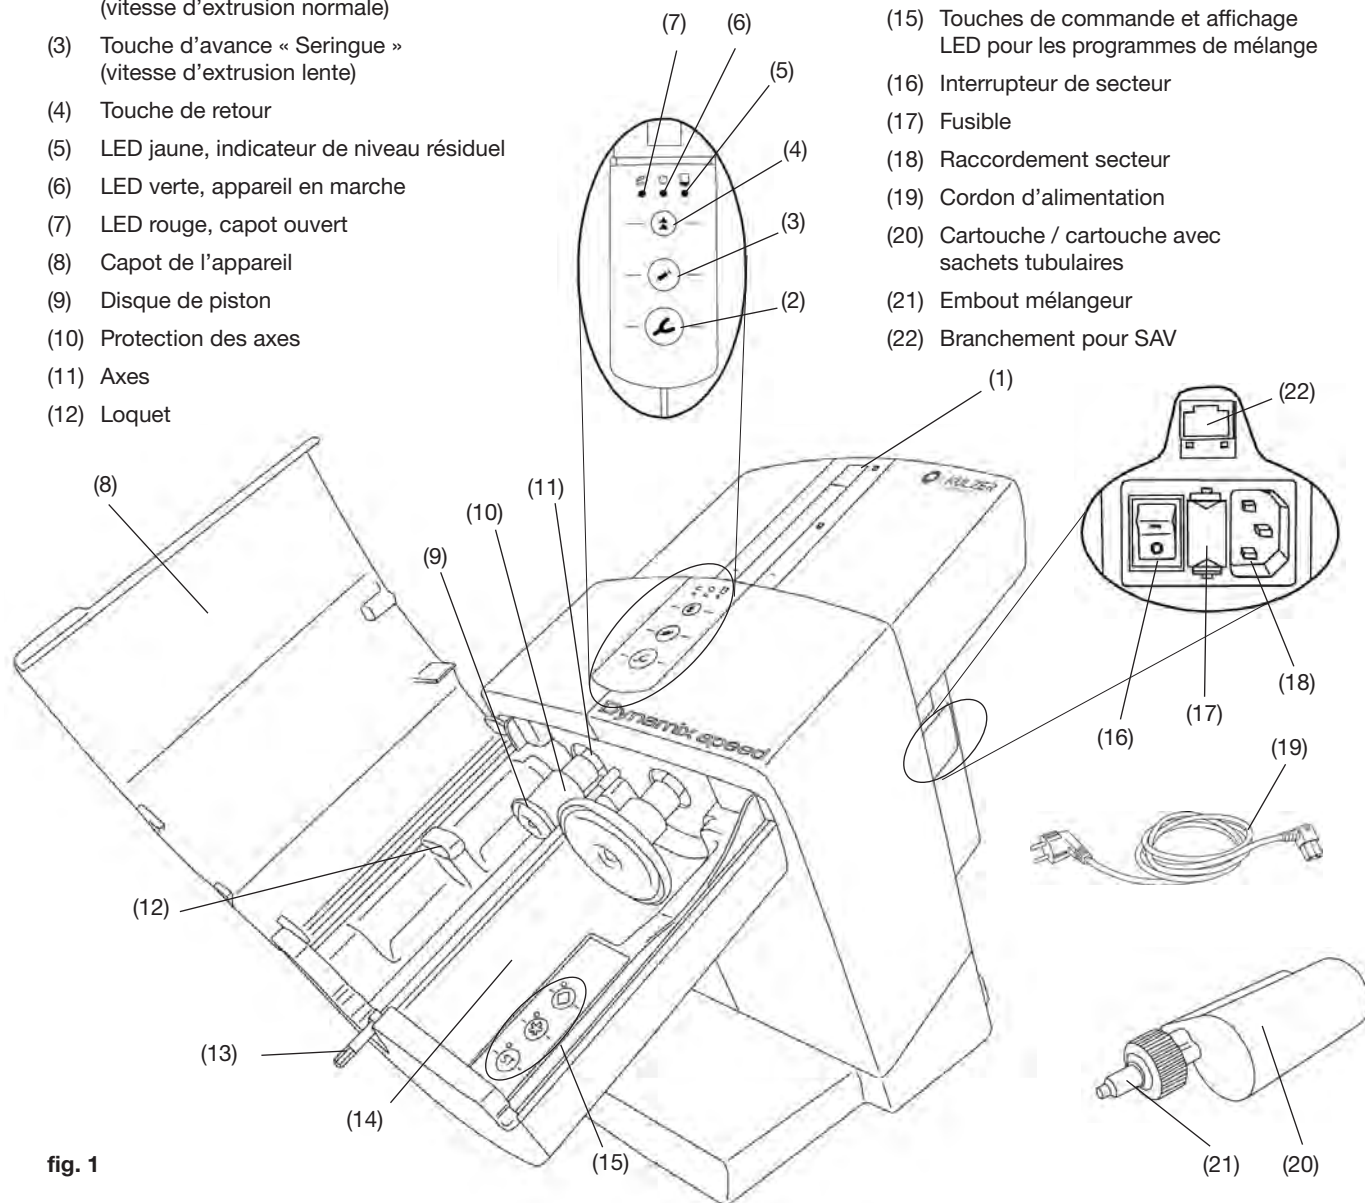
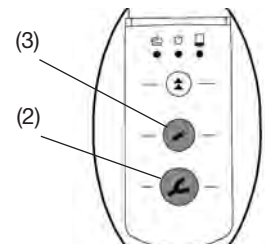

fig. 1
fig. 8
- Raccorder le cordon d'alimentation fourni (19, fig. 1) à la prise de connexion électrique (18).
- Allumer l'appareil à l'aide de l'interrupteur (16).
- Appuyer sur la touche retour (4).
- Les pistons (9, fig. 1) reviennent dans leur position de départ et s'y immobilisent.
- Ouvrir le capot de l'appareil (8, fig. 1).
- Oter la protection de transport (23).
La mise en place et le remplacement d'une cartouche ne peuvent avoir lieu que si les deux pistons (9, fig. 1) se trouvent dans leur position de départ.
- Fermer le capot de l'appareil (8, fig. 1).
- Installer une cartouche (20) dans la machine. S'assurer que la cartouche est bien positionnée sous le loquet (12).
- Sélectionner un programme de mélange (15), voir également le chapitre 5.1.1. Vous trouverez des informations concernant le programme de mélange sur la cartouche sous forme d'un « astérisque » * ou d'un symbole « losange » ◆.
Le capot ne se fermera que si la cartouche a été installée correctement. La LED rouge « capot ouvert » (7, fig. 1) restera allumée aussi longtemps que le capot de la machine n'aura pas été refermé correctement.
- Si l'opérateur appuie sur l'une des touches d'extrusion (porte-empreinte (2, fig. 8) ou seringue (3, fig. 8)) sans avoir sélectionné de programme de mélange, le programme « ST » s'activera automatiquement. La LED à côté de la touche « ST » s'allumera alors.
- Appuyer sur la touche d'avancement (2) ou (3) et maintenir la pression dessus :
- porte-empreinte (2), vitesse d'extrusion normale avec programme de mélange activé ou
- Seringue (3), vitesse d'extrusion lente.
- La tige de mélange est actionnée afin de permettre à l'extrémité hexagonale (13, fig. 1) de s'enclencher automatiquement dans l'embout mélangeur (21, fig. 1).